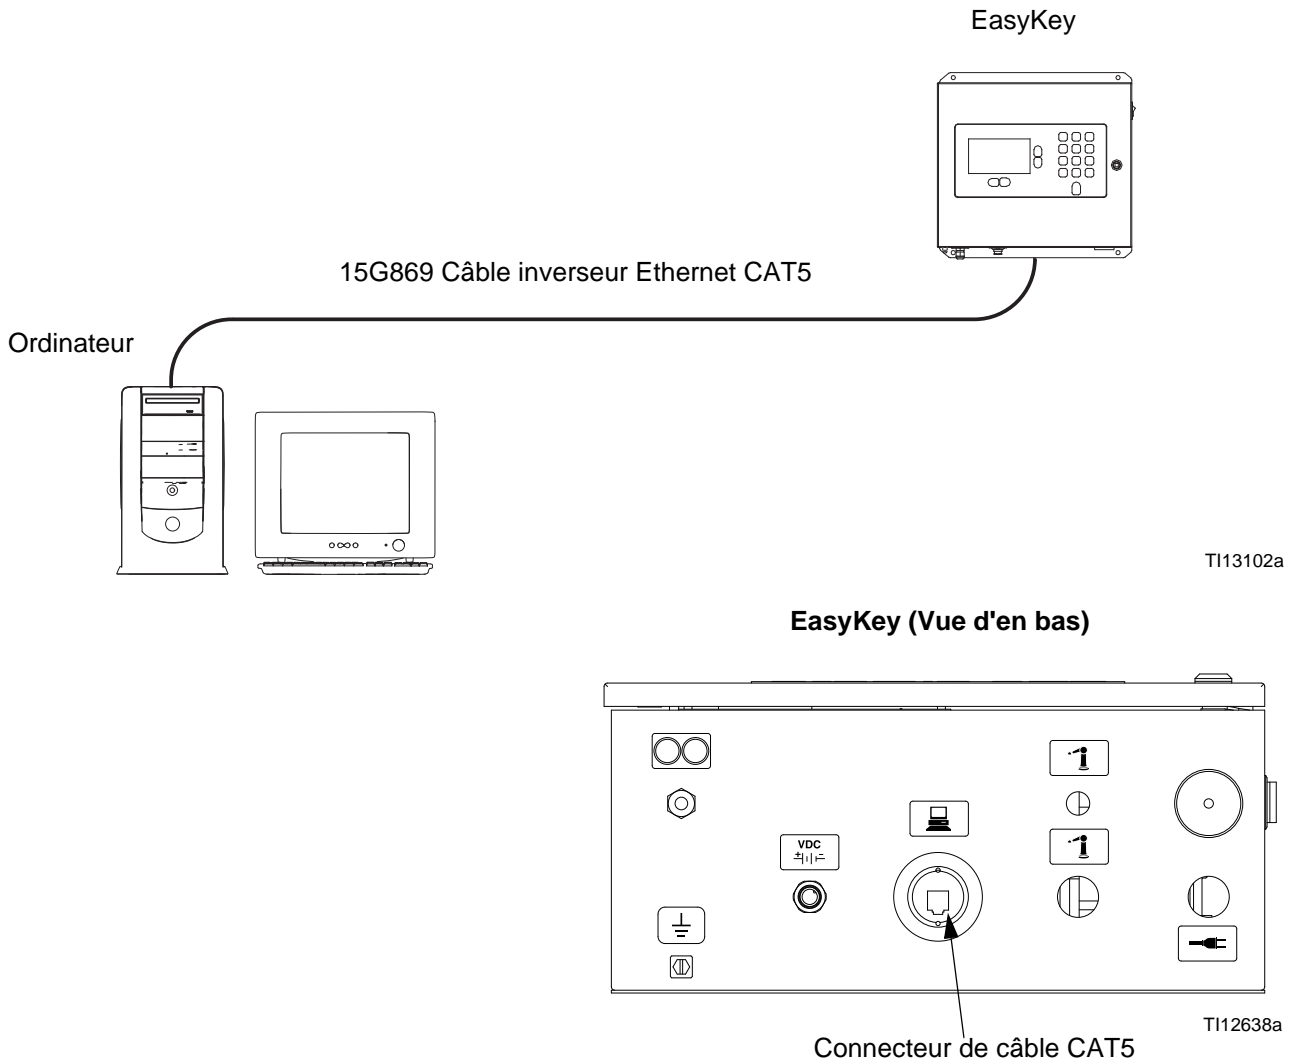

FIG. 7. Le raccordement de l'interface Web de base 2KS/3KS pour ProMix
2. Après avoir installé l'interface pour l'application du ProMix, brancher l'ordinateur directement sur l'EasyKey en utilisant le câble Ethernet 15G869 CAT5 fourni avec l'EasyKey. Voir FIG. 7.
De l'écran principal BWI (voir FIG. 7), l'opérateur peut sélectionner Setup, Software/Resets ou Reports.